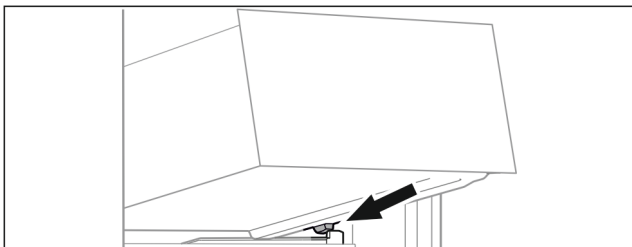

Fig. 63
- ▶ Schubfach schräg hinter den Stoppfern auf Behälterrippe aufsetzen. (siehe Fig. 63)